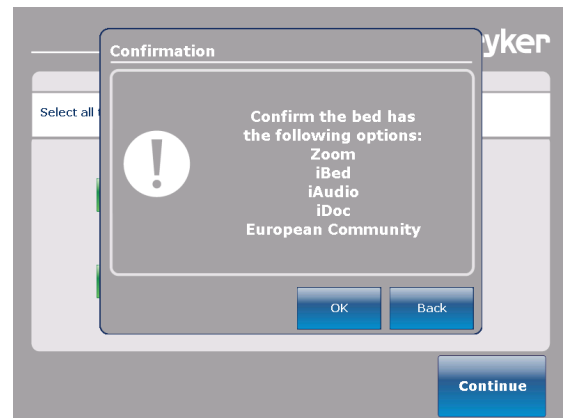

Abbildung 31: Bettoptionen-Bestätigungsbildschirm
4. Nachdem „Continue“ (Fortfahren) in Schritt 3 gedrückt wurde, wird ein Bestätigungsbildschirm, wie in Abbildung 31 dargestellt, angezeigt, der die ausgewählten Optionen verifiziert.